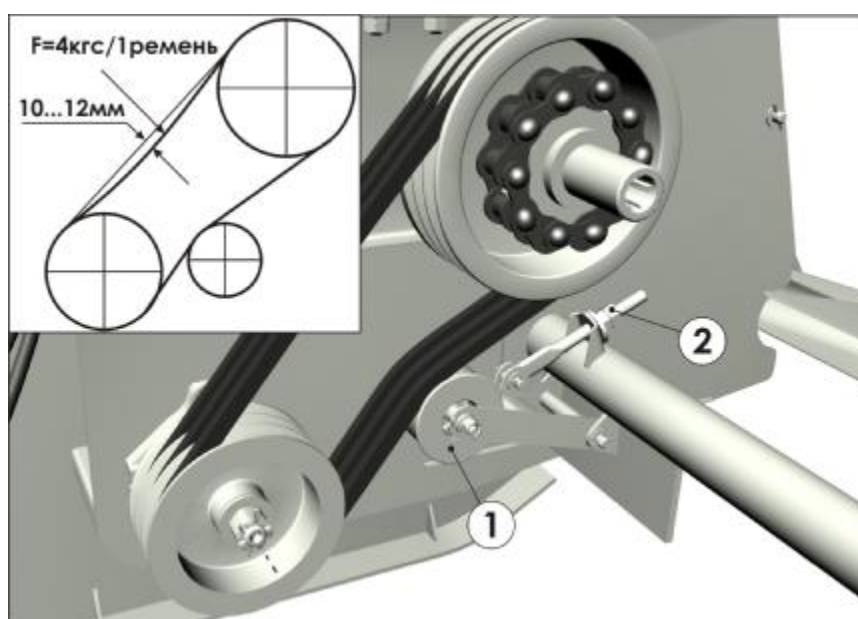

Рисунок 13 Регулировка натяжения ременной передачи
- натяжение клиновых ремней, при необходимости подтянуть по рис.13;
Натяжение ременной передачи осуществляется натяжным роликом 1 (рис. 13). Гайками 2 изменяется натяжение ремней. В правильно отрегулированной передаче при усилии на 1 ремень в 4кгс, его прогиб должен составить 10...12мм.